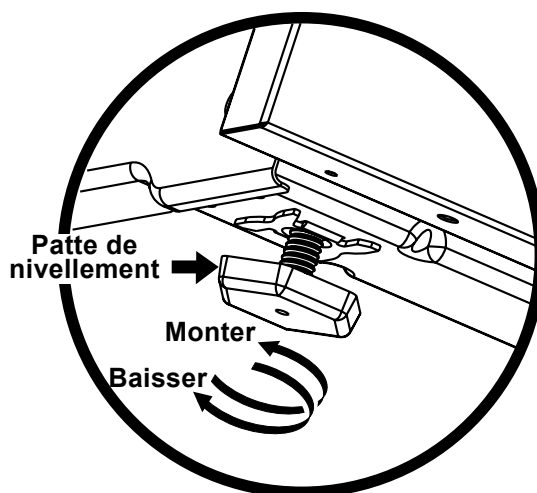
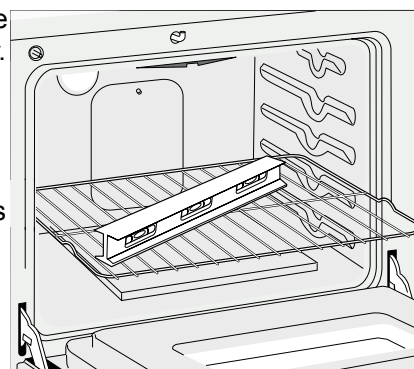

Figure 11
Figure 15
- Vérifiez si l'appareil est à niveau en installant une grille au centre du four et en plaçant un niveau à bulle sur cette dernière (Figure 15).
- Déposez un niveau à bulle sur la grille (figure 15). Prenez 2 lectures en plaçant le niveau en diagonale dans une direction, puis dans l'autre direction. Si nécessaire, ajustez les 4 vis de nivellement avec une clé à molette (voir figure 11).
- Insérez un tournevis à pointe fine dans la tige creuse du robinet et insérez dans la tête de la vis. La hauteur de la flamme peut être augmentée ou diminuée en tournant la vis. Tournez la vis dans le sens anti-horaire pour augmenter la dimension de la flamme. Tournez la vis dans le sens horaire pour diminuer la dimension de la flamme (Figure 15).